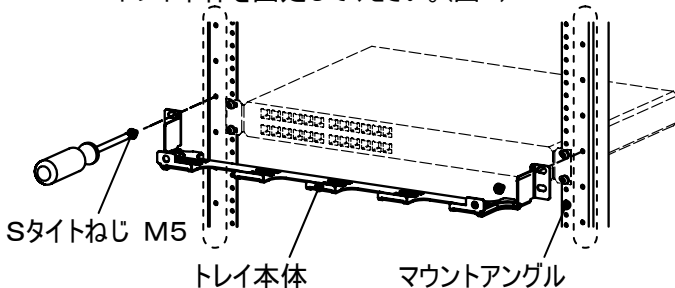

図1
- ① 前面パネルを外します。
- ② マウントアングルのEIA規格パネル取付穴の外側の穴に、付属のSタイトねじを使用してトレイ本体を固定してください。(図1)